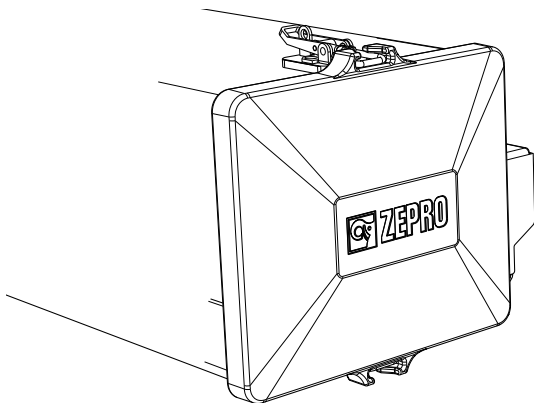

Abbildung 70. Die Schutzabdeckung ist mit zwei Schnappschlössern ausgestattet
1. Entfernen Sie die Schutzabdeckung, die mit zwei Schnappschlössern gesichert ist, siehe Abbildung 70.